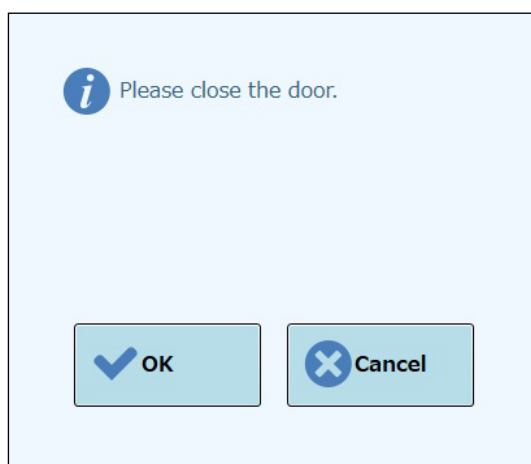

Abbildung17: Meldung mit der Aufforderung zum Schließen der Gerätetür
- Es wird folgende Meldung angezeigt (siehe Abbildung 17).